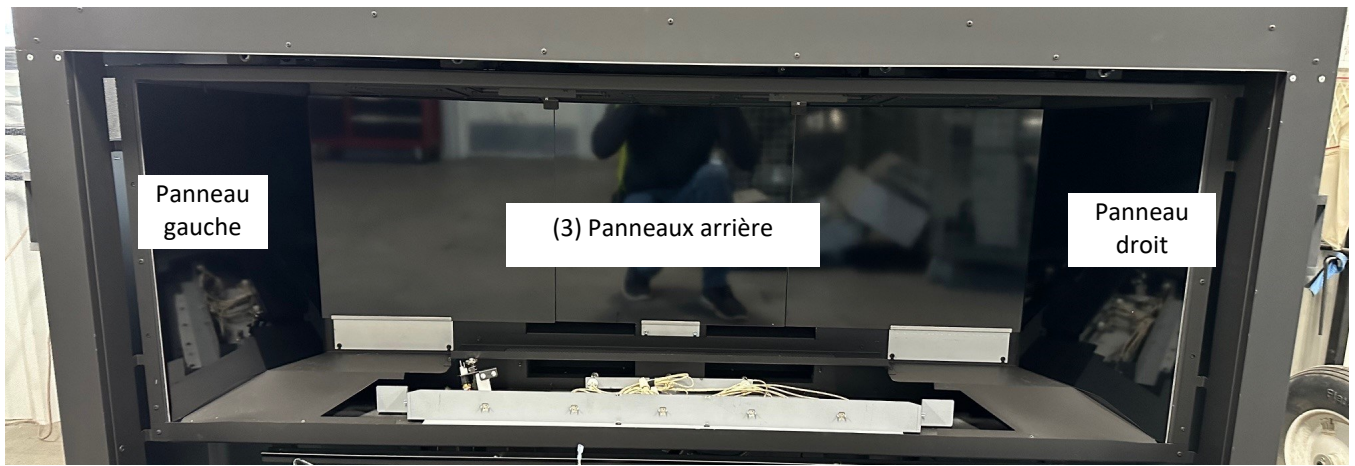

Figure 3 - Identification des panneaux
5. Identifiez correctement les panneaux pour l'installation. Voir la Figure 3. Les (3) panneaux arrière en verre ont tous les mêmes dimensions.